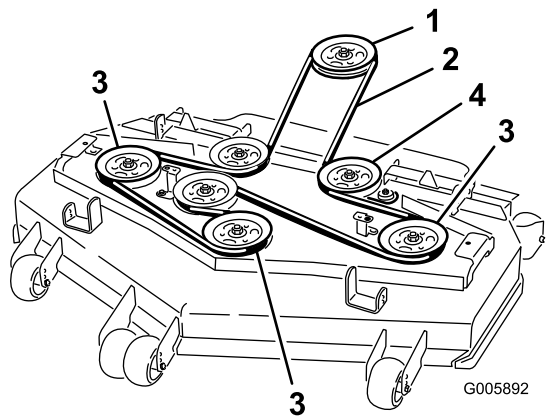

Figura 60
6. Instale la correa nueva alrededor de las poleas (Figura 60).